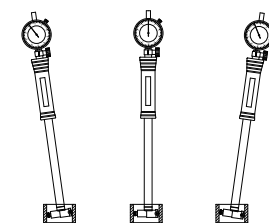

Abb.1
(3)Null setzen (z.B. als Einstellringlehre): Setzen Sie die Bohrungslehre in den Einstellring ein und schwenken Sie die Bohrungslehre (Abb.1), um den "Drehpunkt" des Zeigers zu finden. Lösen Sie die Feststellschraube der Lünette und drehen Sie die Lünette so, dass die "Null-Linie" mit dem "Wendepunkt" übereinstimmt, dann ziehen Sie die Feststellschraube der Lünette fest. Bewegen Sie die Bohrungslehre mehrere Male, um sicherzustellen, dass die "Nulllinie" mit dem "Wendepunkt" übereinstimmt.